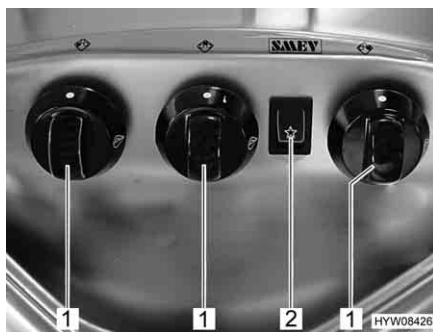

Fig. 89 Elementi di comando del fornello a gas
- Ruotare il pomello girevole (Fig. 89,1) dell'impianto a fiamma libera desiderato in posizione accesa (fiamma alta).
- Premere l'interruttore a bilico (Fig. 89,2). Sul bruciatore vengono prodotte scintille.